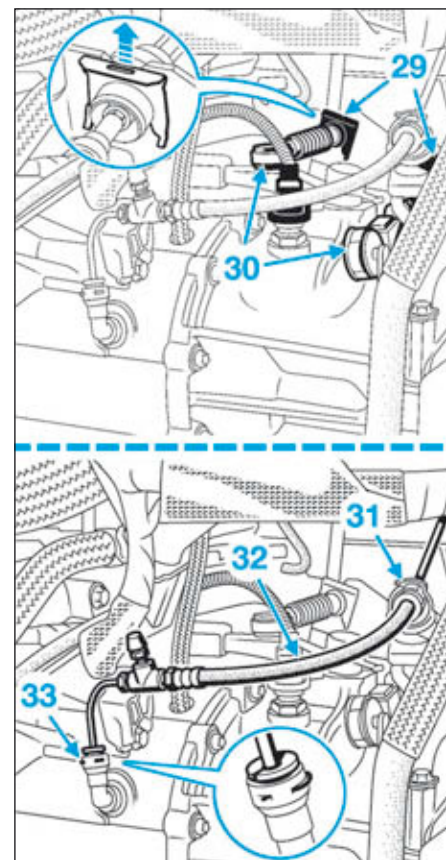

FIG.15
- Déposer les agrafes (29) (Fig.15) des câbles de commande de boîte de vitesses en les tirant vers le haut.